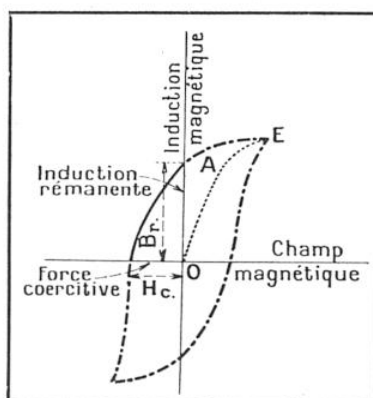

FIG. 1. - COURBE D'HYSTÉRÉSIS
d'un métal magnétique dans un champ magnétique intense (1) ; le champ créé par le barreau qui s'aimante s'ajoute au champ primitif. L'intensité du nouveau champ magnétique s'appelle *induction magnétique* du barreau (2). Si l'on trace une courbe en portant en abscisse le champ et en ordonnée l'induction, on obtient, en partant de zéro, une courbe telle que *OAE* (fig. 1).